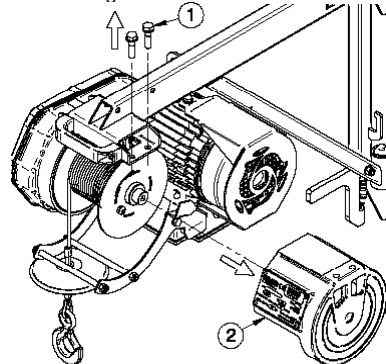

Fig. 4.1
1) smontare il tamburo svitando le 2 viti Rif.1 Fig.4.1 e togliendo il supporto tamburo Rif.2 Fig.4.1